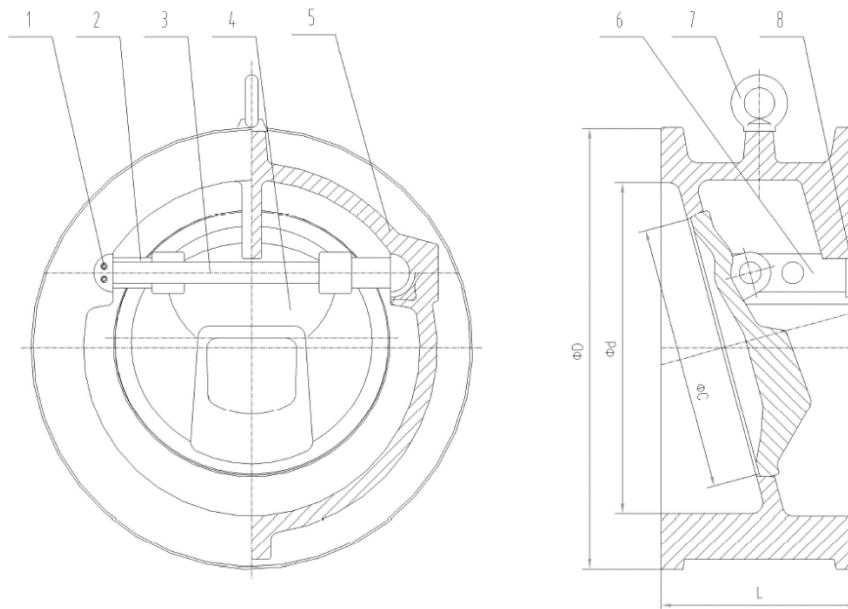

Рис. 1 Клапан обратный поворотный межфланцевый.
- 3.1. Основные элементы конструкции обратного клапана приведены в табл. №2 и на рис. 1.